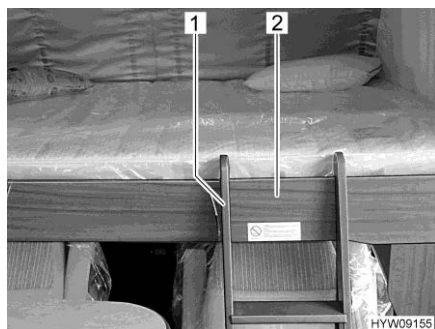

Fig. 98 Scaletta di accesso (letto basculante)
- Agganciare la scaletta di accesso (Fig. 98,1) con entrambe le staffe al bordo (Fig. 98,2) del letto basculante. Durante l'aggancio prestare attenzione affinché le staffe vengano posizionate mediante i dispositivi di fissaggio interni. Questo serve a impedire che la scaletta di accesso scivoli di lato.
- Staccare la scaletta di accesso (Fig. 98,1) dal bordo (Fig. 98,2) del letto basculante.